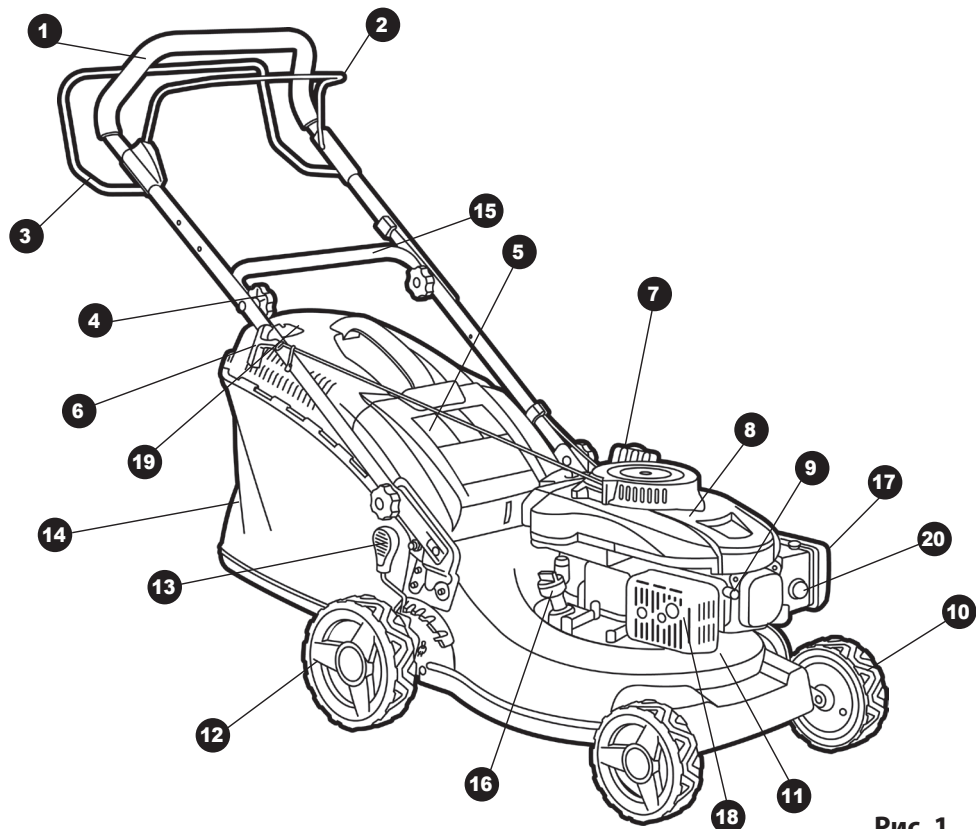

Рис. 1
2. Залийте необхідний рівень палива, в заливну горловину паливного бака (7) (Рис. 1). Використовуйте неетилований бензин з октановим числом вище 90.